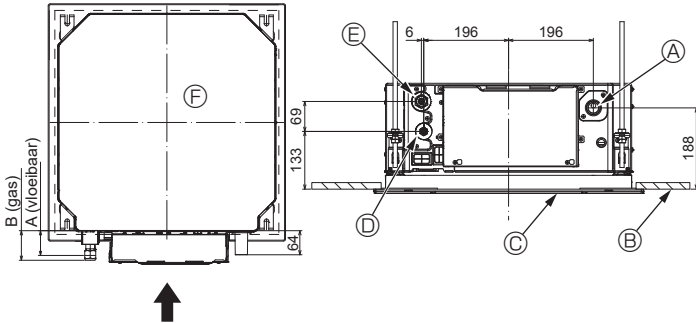

Fig. 5-7
5.4. Plaats van de koelstof- en afvoerleidingen (Fig. 5-7)